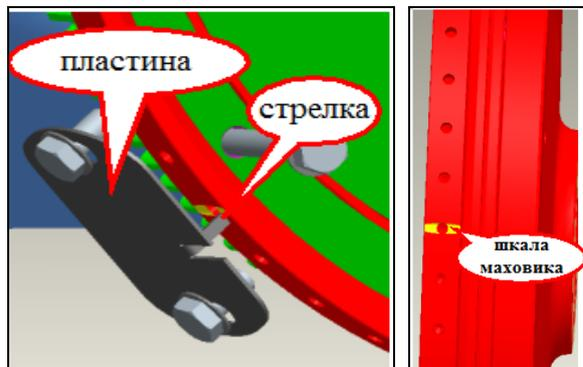

Рис. 25 Выставление поршня 1-го цилинра в ВМТ
2.23. Снятие топливного насоса (см. Рис. 25, 26)
Для этого проверните коленвал до того момента когда засечка на маховике совпадет со стрелкой на перекрывающей пластине смотрового люка (см. рис. 25)